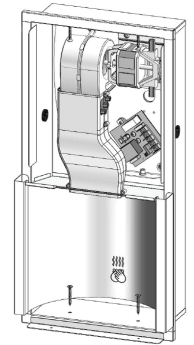

Fig. 6
7. Asegure utilizando tornillos de cabeza plana #8 de 4,2 x 32 mm (1-1/4") (no incluidos). Si se utilizan tornillos de cabeza plana, incluya arandelas para elevar la cerámica y reducir la brecha entre el panel de cerámica y el redondo. (Ver Fig. 6)